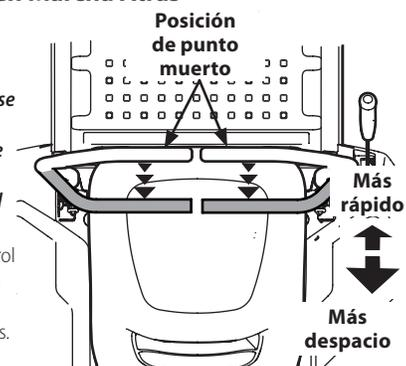

Figura 30
- Mueva las dos palancas de control de la transmisión de forma lenta y pareja hacia atrás. El tractor comenzará a moverse hacia atrás. Consulte la Figura 30.